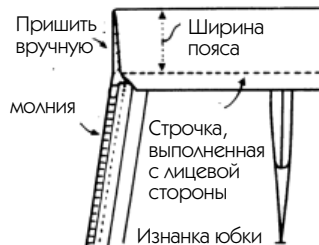

Рис. 337
7. Подогните пояс на предусмотренную ширину (например, равную 2,5 см от линии талии) и закрепите его отделочной строчкой с лицевой стороны (рис. 337).